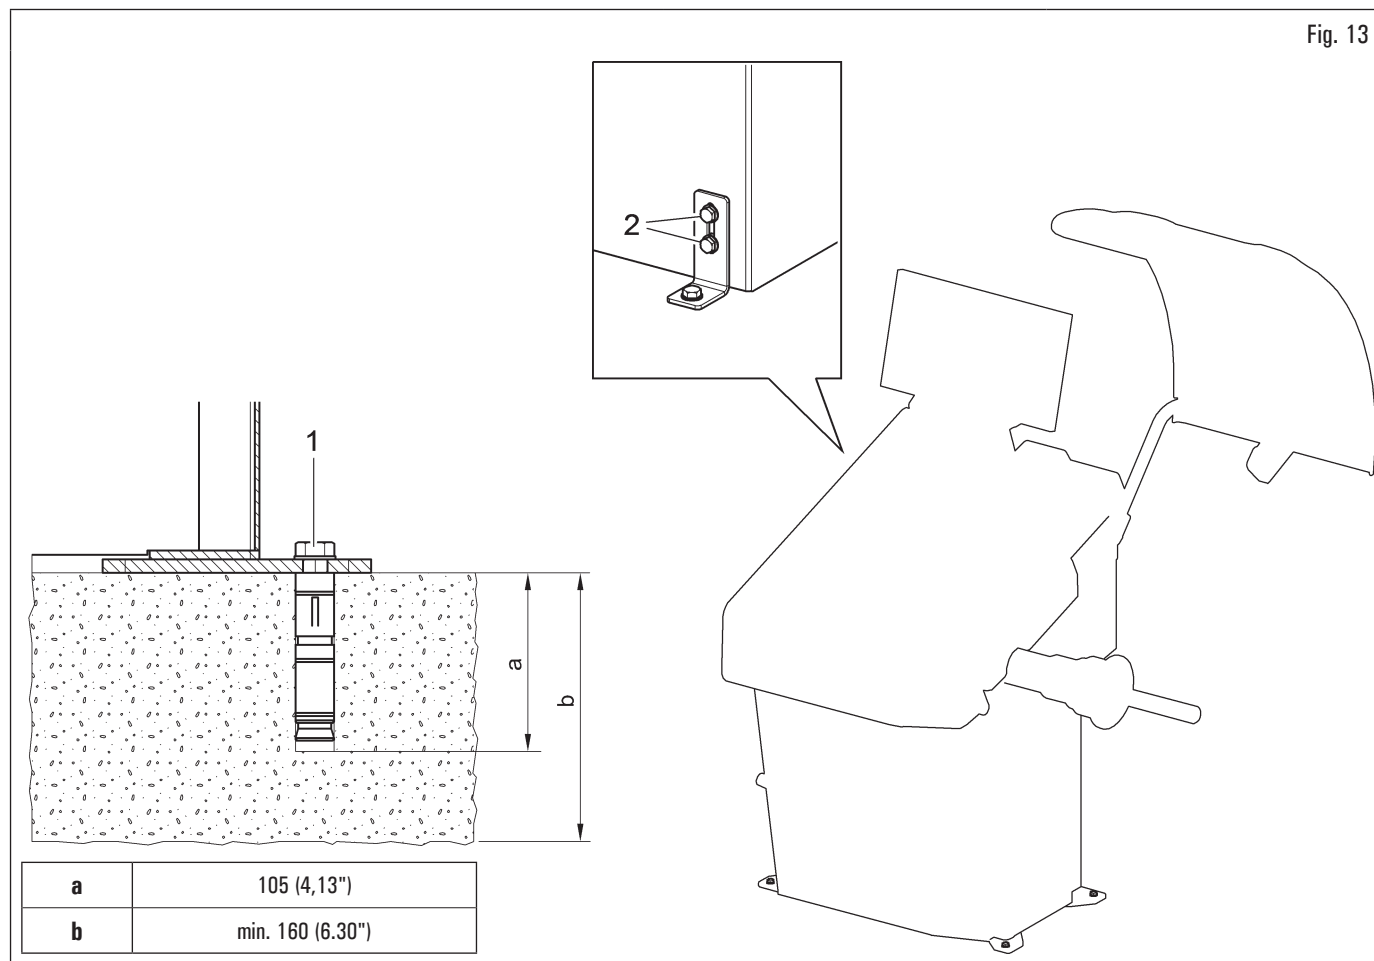

Fig. 13
Après avoir vérifié que l'équilibreuse est correctement mise à niveau, serrer les vis (Fig. 13 réf. 2).
- Pour fixer l'équipement au sol, utilisez des boulons et goupilles d'ancrage (Fig. 13 réf. 1) avec une tige filetée M8 (UNC 5/16) adaptée au sol sur lequel sera fixé l'équilibreuse et en nombre égal au nombre de trous de montage sur le châssis inférieur ;